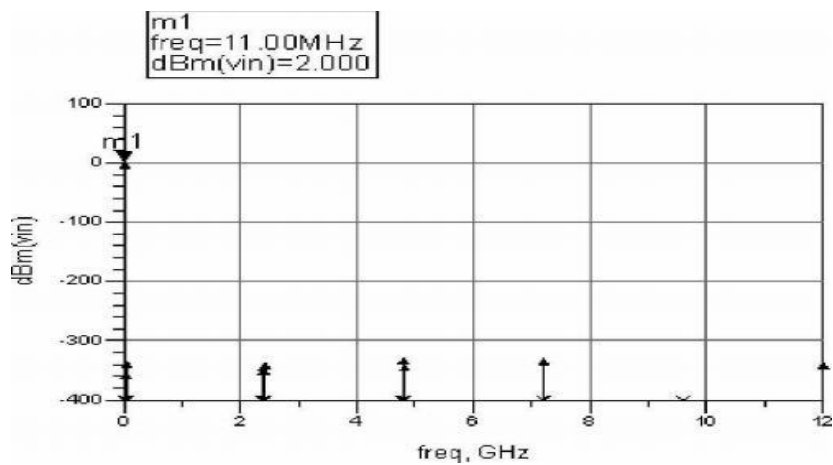

图12 输入的11MHz中频信号频谱
(8) 完成谐波平衡法仿真控制器设置后，单击工具栏中的 [Simulation]按钮开始仿真。仿真结束后自动弹出数据显示窗口。从数据显示面板中单击[Rectangular Plot]按钮，插入一个矩形图。在弹出的“Plot Traces & Attributes”对话框中选择“vin”，单击[Add]按钮，弹出 对话框，在对话框中选择显示单位“Spectrum in dBm”，单击[OK]按钮返回“Plot Traces & Attributes”对话框，再单击[OK]按钮，显示“vin”输出频 谱。在菜单栏中选择[Maker]→[New]命令，插入标注信息，如图12所示，可以看到输入的11MHz中频信号频谱为2dBm。